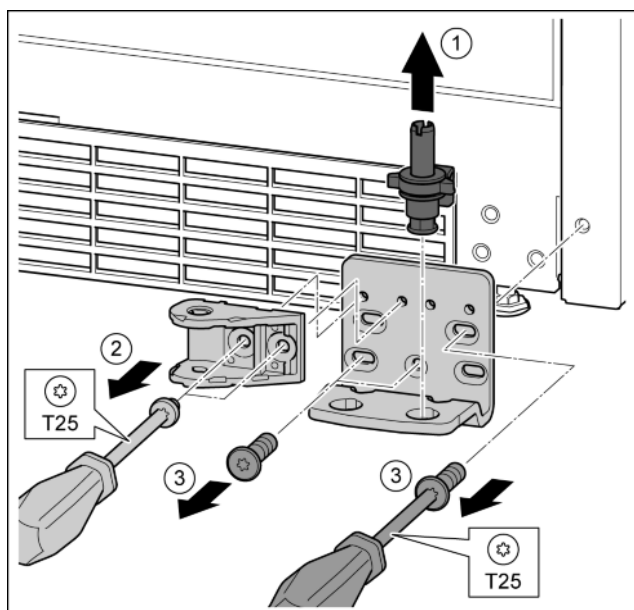

Fig. 35
- ▶ Опорный палец полностью извлечь движением вверх. Fig. 35 (1)
- ▶ Открутить винты отверткой T25 и снять соединительный элемент амортизатора закрывания дверей. Fig. 35 (2)
- ▶ Открутить винты отверткой T25 и снять опорный кронштейн. Fig. 35 (3)